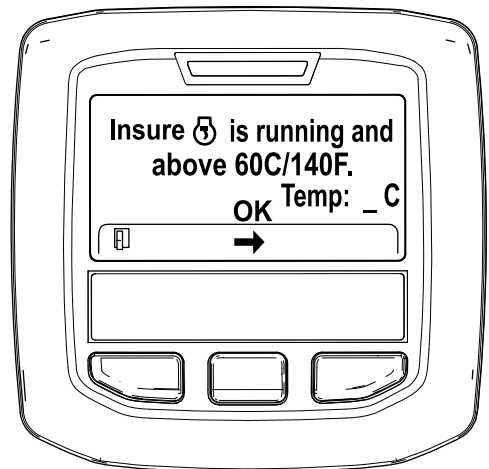

Figura 50
5. Si la temperatura del refrigerante se encuentra por debajo de 60 °C (140 °F) aparece el mensaje "Insure  is running and above 60C/140F" (Asegúrese de que está funcionando y por encima de 60 °C/140 °F). (Figura 50).